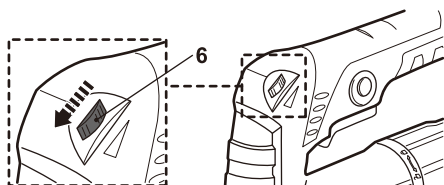

Fig. 8
> Rode o seletor de velocidade (6) para a esquerda (desde a perspectiva do utilizador) para aumentar a velocidade máxima (Fig. 8).